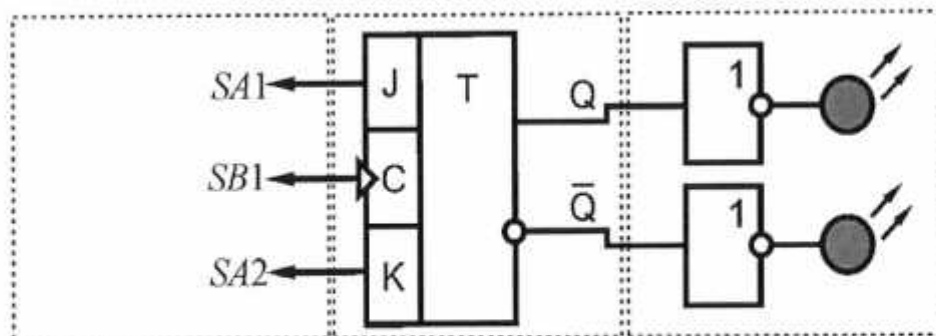

Рис. 5.12. Схема электрическая соединений типового комплекта для изучения работы однотактного JK -триггера
5. Согласно рис. 5.12 выполнить электрические соединения модулей для изучения работы однотактного JK -триггера. **Монтаж схемы производить при отключенных автоматических выключателях и переключателях питания.**
Состояния выходов Q и $\bar{Q}$ триггера контролировать при помощи светодиодов на выходе буферных элементов (рис. 5.12). Задавая различные комбинации логических уровней на входах J , K и подавая тактовые импульсы на вход C заполнить таблицу режимов работы однотактного JK -триггера (табл. 5.10).